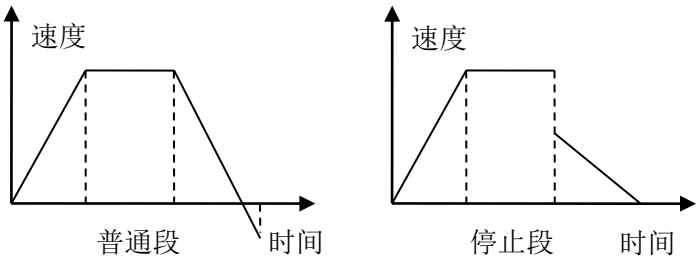

图 2-3 PT 模式停止段类型
- `PT_SEGMENT_STOP` 表示停止段，该段的终点速度为 0，起点速度根据段内位移和段内时间计算得到，和上一段的终点速度无关。如图 2-3 所示。